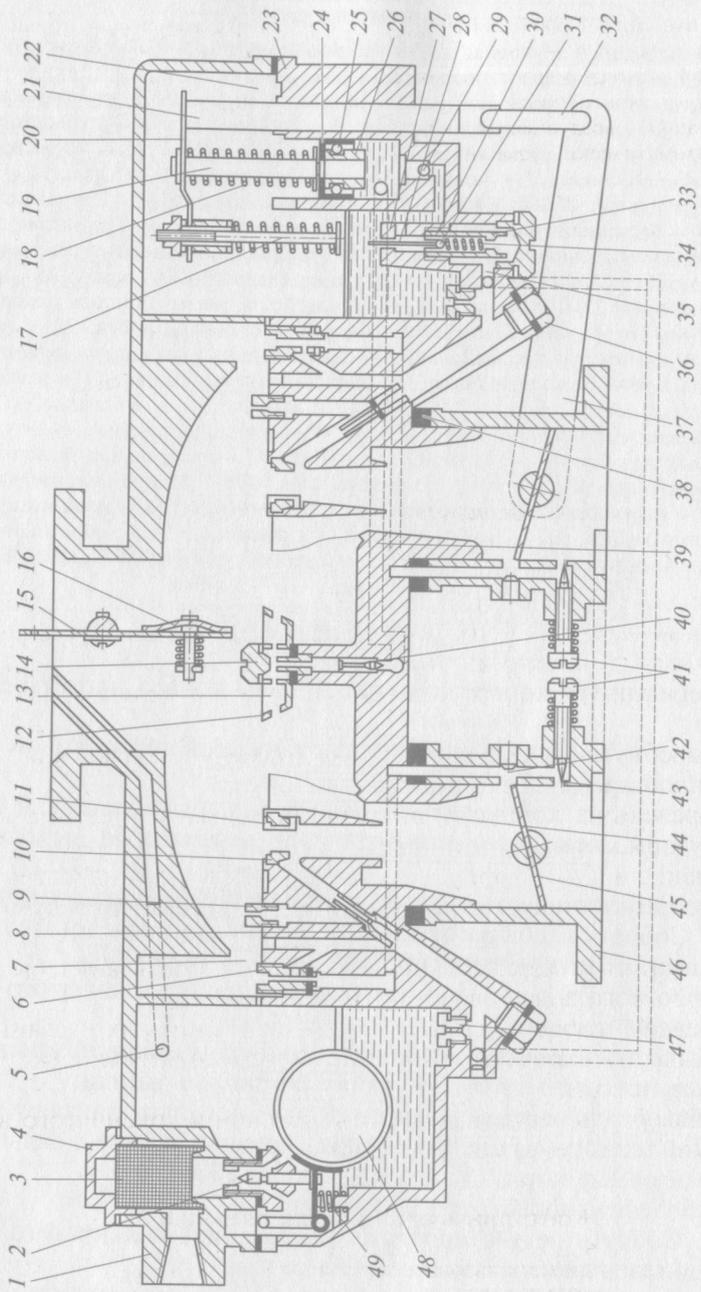

Рис. 1.17. Карбюратор К-88АЕ:
16. Изучить работу карбюратора К-88АМ, устанавливаемого на автомобиле ЗИЛ-130 (для изучения использовать рис. 1.17, на котором изображена аналогичная модель карбюратора — К-88АЕ).